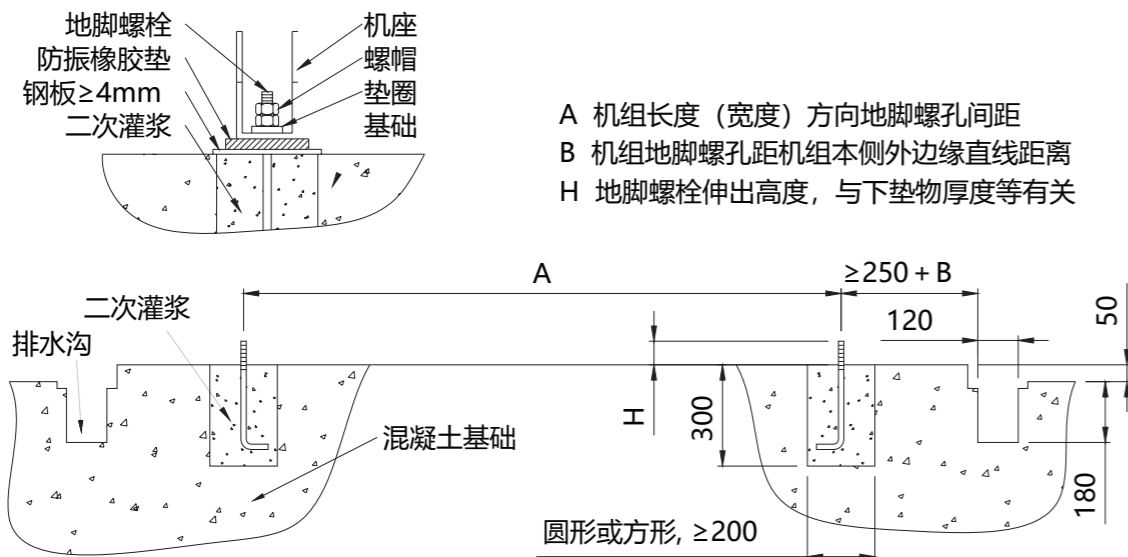

图 4-2-1 基础台参考图
- G. 基础台建议长度为机组外型长度加上 500mm, 建议宽度为机组宽度加上 400mm。参见图 4-2-1, 本图为加防振橡胶垫 (厚度 ≥ 15mm) 的示意图。